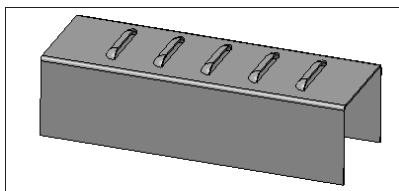
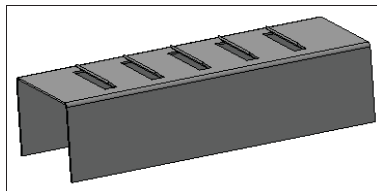

Рис. 29.41. Результат построения жалюзи типа Вытяжка
Рис. 29.42. Результат построения жалюзи типа Подрезка
- переключатель **Способ** стоит в положении **Вытяжка**. В этом случае у вас жалюзи получатся как на рис. 29.41. Если поставить переключатель в положение **Подрезка**, то получится как на рис. 29.42;
- ◆ нажмите кнопку **Создать объект** — жалюзи способом **Вытяжка** на корпусе созданы (рис. 29.41). В **Дереве** модели появился элемент **Жалюзи:1**;
- ◆ далее в **Дереве** модели выделите элемент **Жалюзи** и из контекстного меню выберите команду **Редактировать элемент**. На панели **Параметры: Жалюзи** из раскрывающегося списка **Способ** выберите **Подрезка**. При использовании способа **Подрезка** необходимо указать форму торца — **По направлению подрезки** или **По нормали к толщине**. Нажмите кнопку **Создать объект** — жалюзи способом **Подрезка** на корпусе созданы (рис. 29.42).